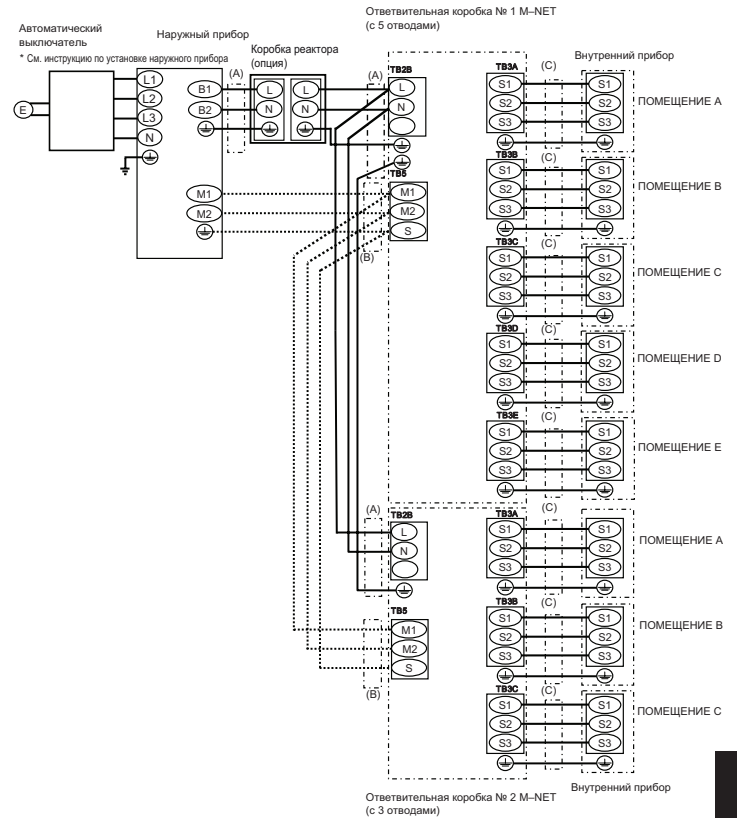
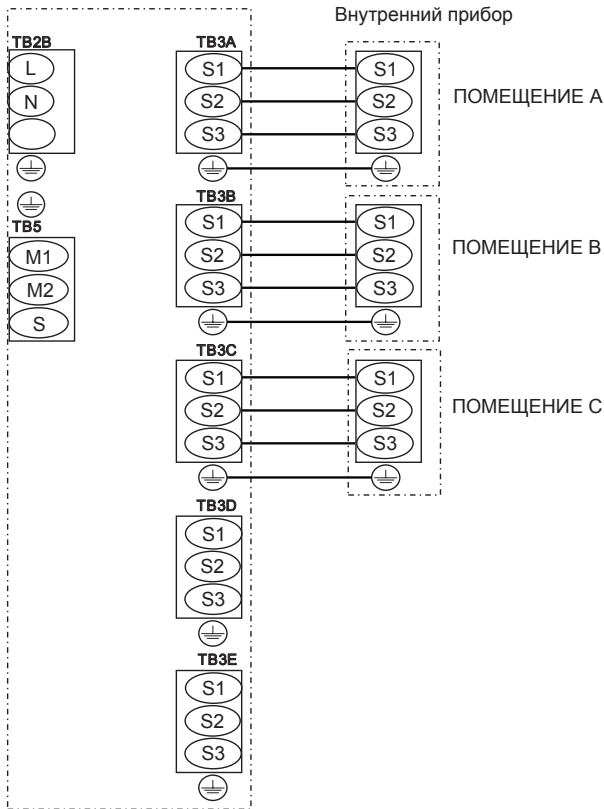

Fig. 8-8
Fig. 8-9
3. Надежно закрепите каждый провод к соответствующей клеммной колодке. (Fig. 8-8)
## 8.2. Порядок монтажа наружной проводки (Fig. 8-8, Fig 8-9)